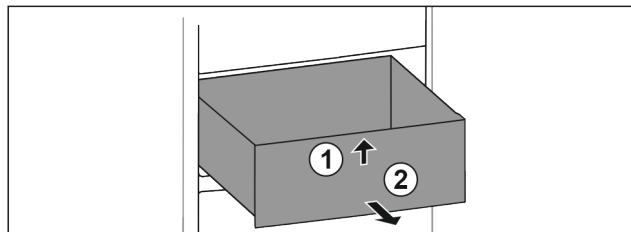

Fig. 13
- ▶ Nadvihnite ju dopredu Fig. 13 (1).
- ▶ Odoberte ju dopredu Fig. 13 (2).